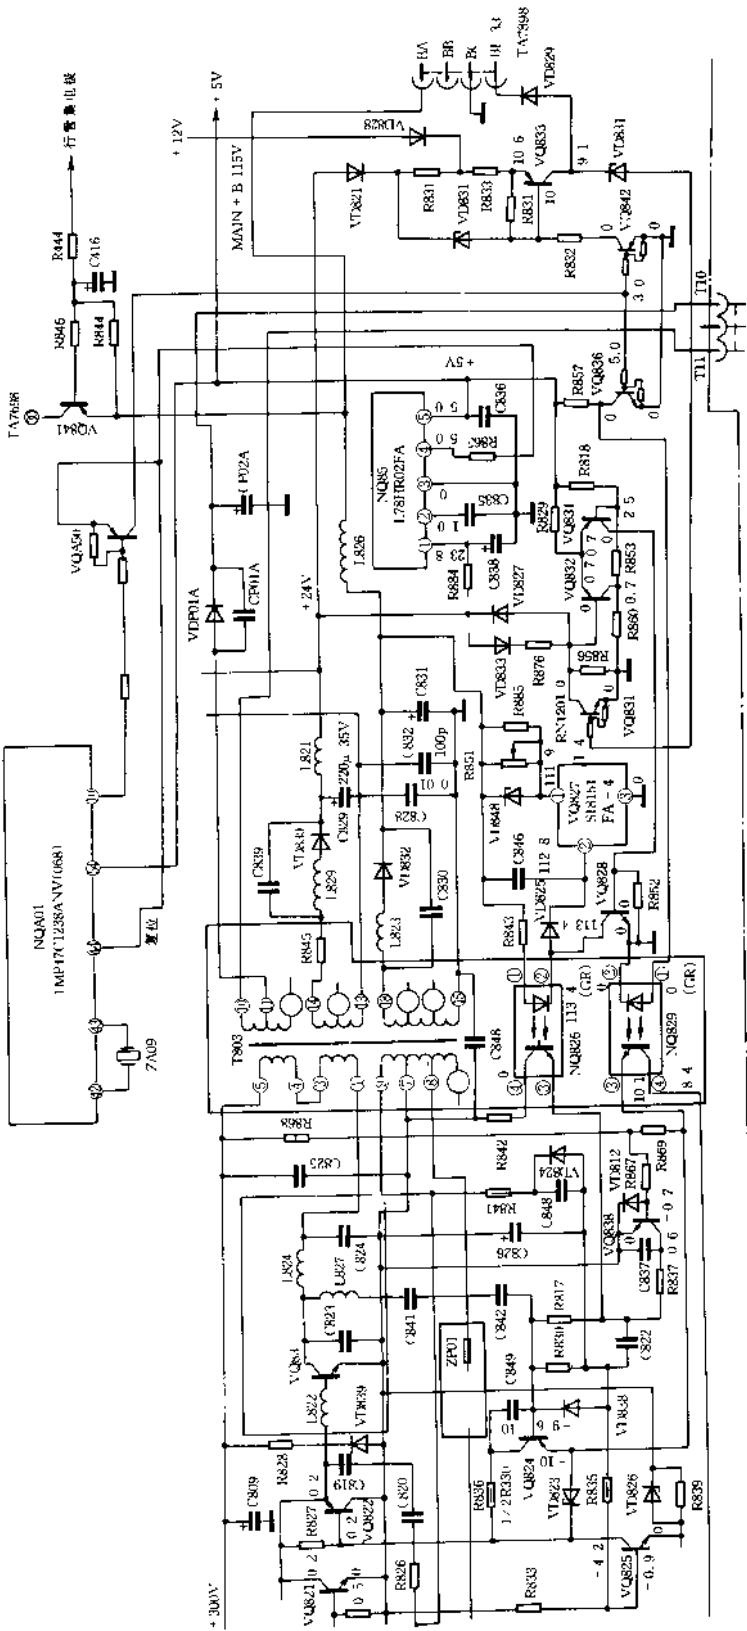

图 1-1-2 与本故障检修有关电路
**故障原因分析、检测和排除方法** 从故障现象来看，怀疑开关电源有问题。先测开关电源主输出端电压，在开机状态下 +115V 输出端为 60V；在待机状态小于 60V，由此判断遥控开/关机控制电路对开关电源正常起控。测 VQ828 (参见图 1-1-2)b 极电压为 0V，为开机状态，证实上述判断正确。将行扫描供电电路断开，将一假负载接在 +115V 输出端，故障现象不变。由此判断故障在开关电源。测开关管 VQ83 c 极电压为 290V，正常，说明开关电源具备了正常工作电压。再用万用表测开关电源各三极管电压，在超低压限制电路中发现 VQ838 b 极电压为 -4V (正常值为 -0.7V)，估计此异常原因是电阻 R868 阻值变大，使 VQ838 导通，导致 VQ824 和 VQ822 导通，缩短 VQ83 的导通时间，导致开关电源输出电压下降。将电阻 R868 焊下测量，发现已损坏，断路。更换后故障排除。